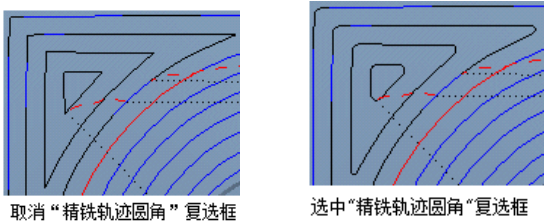

图 2-32 精铣轨迹圆角连接示意图
- **【精铣轨迹圆角】:** 对体积块行切加工中最后精铣刀具进行圆角连接, 如图 2-32 所示。圆角大小由“首选圆角”值确定。